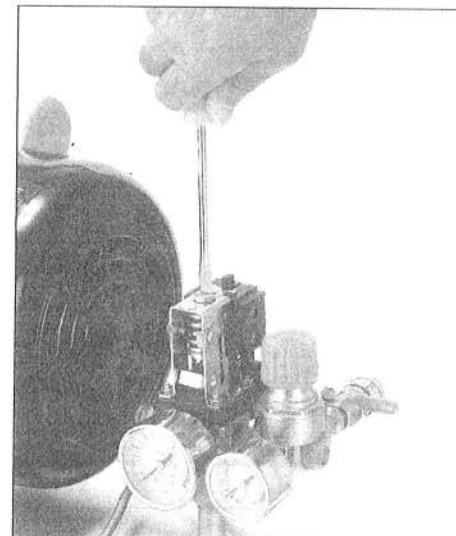

図10
- 圧カスイッチの上にネジが付いています。ネジを右に回すとタンク内の圧力が高くなり、左に回すとタンク内の圧力が下がります。圧力の調整をするときは、タンク内にエアをためてから調整してください。（図10、11参照）